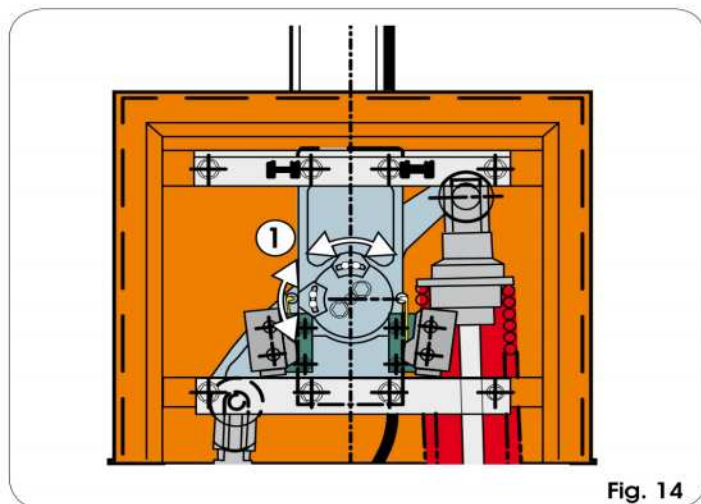

Fig. 14
- 1) Regule las levas del final de carrera aflojando los dos tornillos Allen, como se indica en la fig. 14 ref. ①. Para aumentar el ángulo de deceleración acerque la leva al correspondiente final de carrera. Para disminuir el ángulo de deceleración aleje la leva del correspondiente final de carrera.